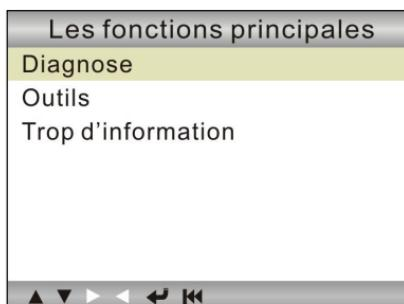

Figure 4-1
6. Après la finition, le système va entrer dans l'interface principale, comme affiché dans la Figure 4-1.
Dans la Figure 4-1, appuyer sur [◀] pour scanner les protocoles de camions de poids lourd et les véhicules OBDII, un écran similaire à la figure 5-1 va apparaître :